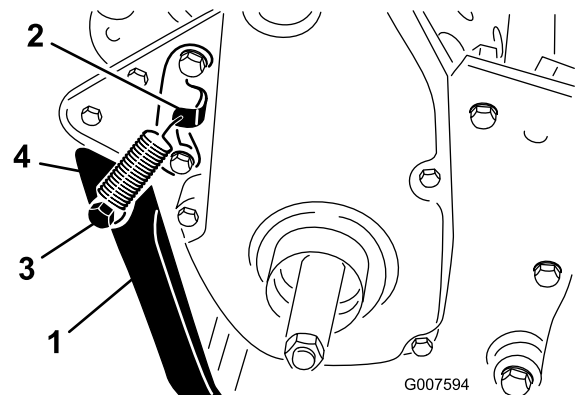

Figura 5
1. Agganciate la molla nel foro della staffa a molla e nell'anello della molla, allineando contemporaneamente il cavalletto con i fori di montaggio dell'intelaiatura posteriore (Figura 5).
2. Montate il cavalletto su ogni lato del telaio utilizzando il bullone, la rondella di sicurezza, il distanziale, la rondella di spinta e il dado di bloccaggio (Figura 5). Posizionate il distanziale nel foro di montaggio del cavalletto.